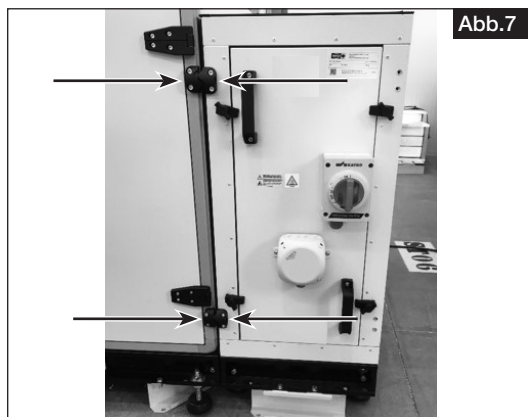

Abb.7
5. Die Schrauben fest anziehen. (Abb. 7).